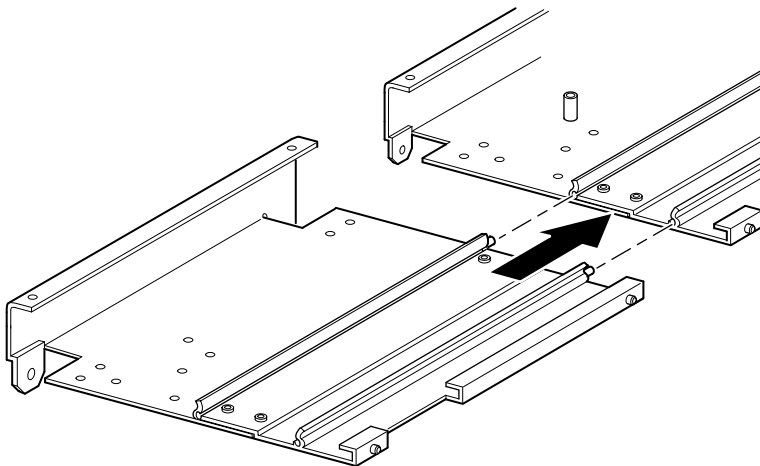

Abbildung 2–14. Anbauen einer 5U- oder 10U-Erweiterung
- b. Setzen Sie die Stifte der beiden schmalen Verbindungsstreben in die Bohrungen der Erweiterung und der PTM-Basiseinheit ein (siehe Abbildung 2–15), und befestigen Sie die Streben dann mit vier Schrauben (jeweils zwei pro Verbindungsstrebe).